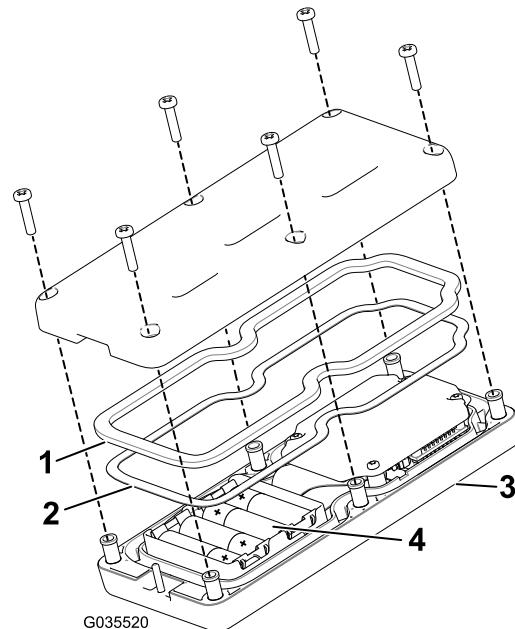

Figura 31
3. Togliete le 6 viti dalla parte posteriore del telecomando e togliete il coperchio (Figura 31).
5. Inserite ogni batteria nuova in un portabatteria rispettando la polarità. (Se le batterie sono inserite in modo scorretto, il dispositivo non riporta danni, ma non funziona.) Nel portabatteria sono marcati in rilievo i simboli della polarità di ogni terminazione (Figura 31).
6. Se avete rimosso accidentalmente la tenuta di gomma e la guarnizione in acciaio, riposizionatele accuratamente nel canale del telecomando (Figura 31).
7. Riposizionate il coperchio e fissatelo con le 6 viti precedentemente rimosse (Figura 31) e serrate a una coppia di 1,5-1,7 N·m.